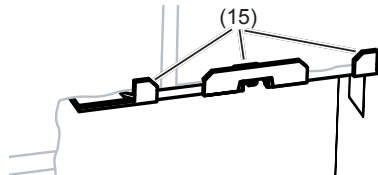

Bild 4: Einbauposition der Befestigungselemente
ⓘ Die Auflagewinkel (15) der Befestigungselemente müssen auf der Wandoberfläche aufliegen (Bild 4).